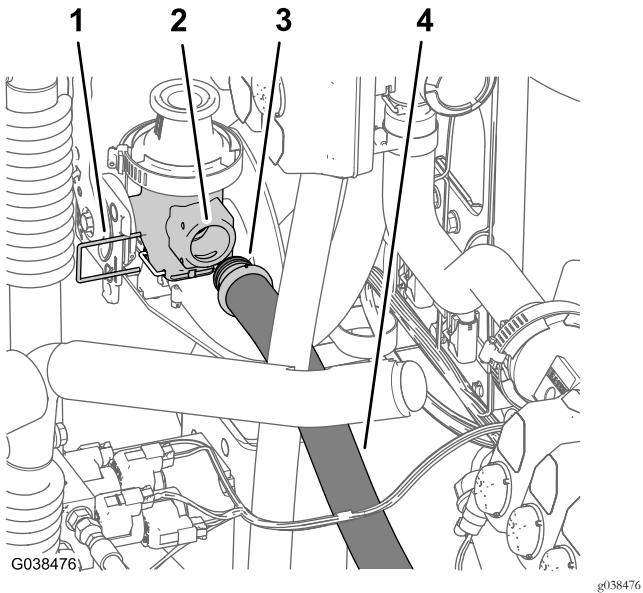

图73
1. 将下供水软管2.5 x 66cm的直通宝塔接头装入清洁加药器切断阀的端口图73。